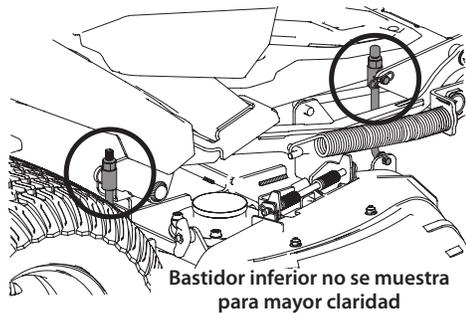

Figura 42
- Ubique los pernos de ajuste arriba de las varillas de elevación de la plataforma del lado izquierdo y derecho de la plataforma. Hay uno de cada lado en el frente de la plataforma entre la plataforma y el tubo del bastidor inferior, y uno a cada lado de la parte trasera de la plataforma cerca del frente de la rueda trasera. Consulte la Figura 42.